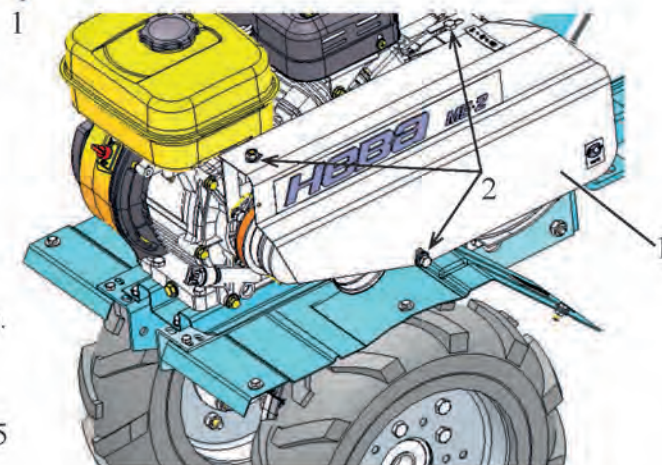

рис.5
Снять защитный кожух (1), открутив три болта (2) (рис.5).